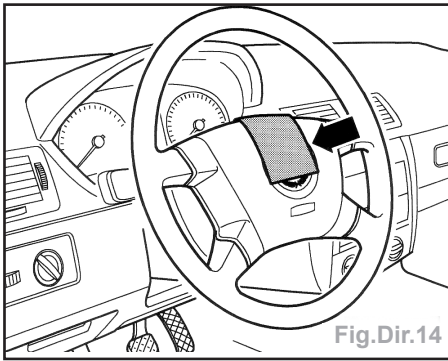

Fig.Dir.14
- Pour empêcher une rotation inattendue du volant, fixer les roues en position droite avec du ruban adhésif (flèche) (Fig.Dir.14).